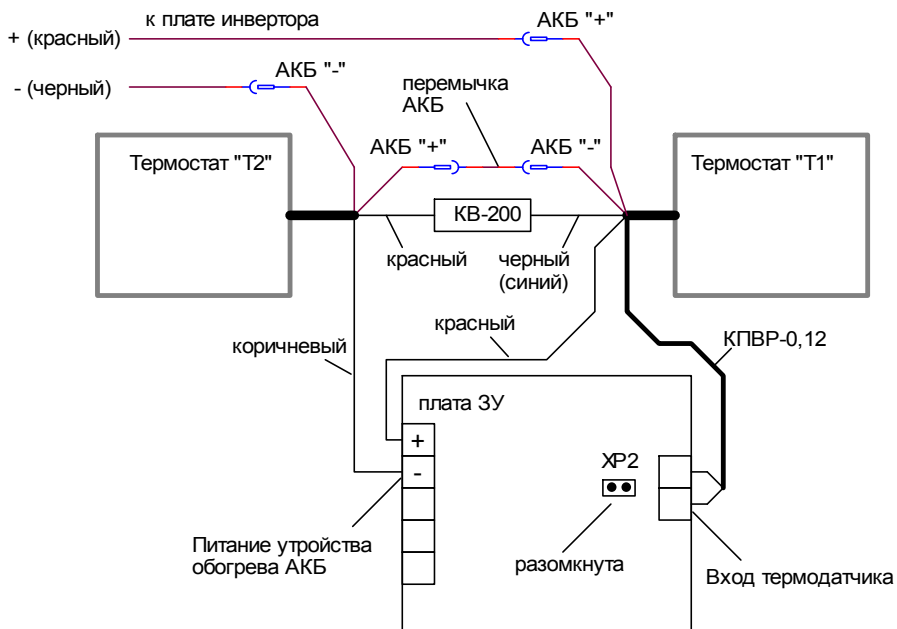

Рис. 4
- соблюдая полярность, подключите АКБ — провод красного цвета к клемме «ПЛЮС» одного аккумулятора, провод другого цвета к клемме «МИНУС» другого аккумулятора (см. Приложение, рис. 4).
- при необходимости подключите устройство обогрева АКБ к контактам выходной колодки «Устройство обогрева АКБ» соблюдая полярность, как показано в Приложении, рис. 4 (изучите внимательно руководство по эксплуатации устройства обогрева АКБ);
▪ Подключите аккумуляторную батарею (соедините аккумуляторы в АКБ перемычкой (входит в комплект поставки) согласно Приложению, рис. 4.